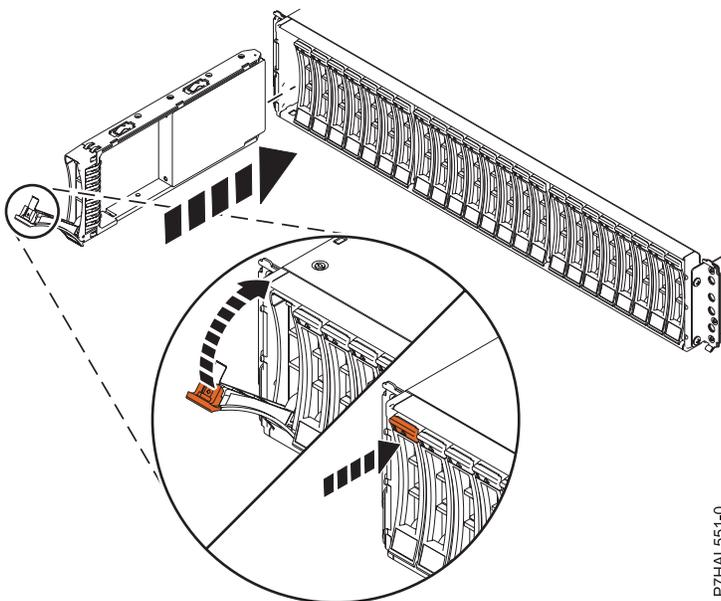

Abbildung 3. Plattenlaufwerk in 5887 Plattenlaufwerkgehäuse installieren
1. Der Griff muss in der entriegelten Position stehen (siehe Abb. 3), während Sie das Laufwerk unten mit Ihrer Hand abstützen und an den Führungsschienen in der Erweiterungseinheit ausrichten.